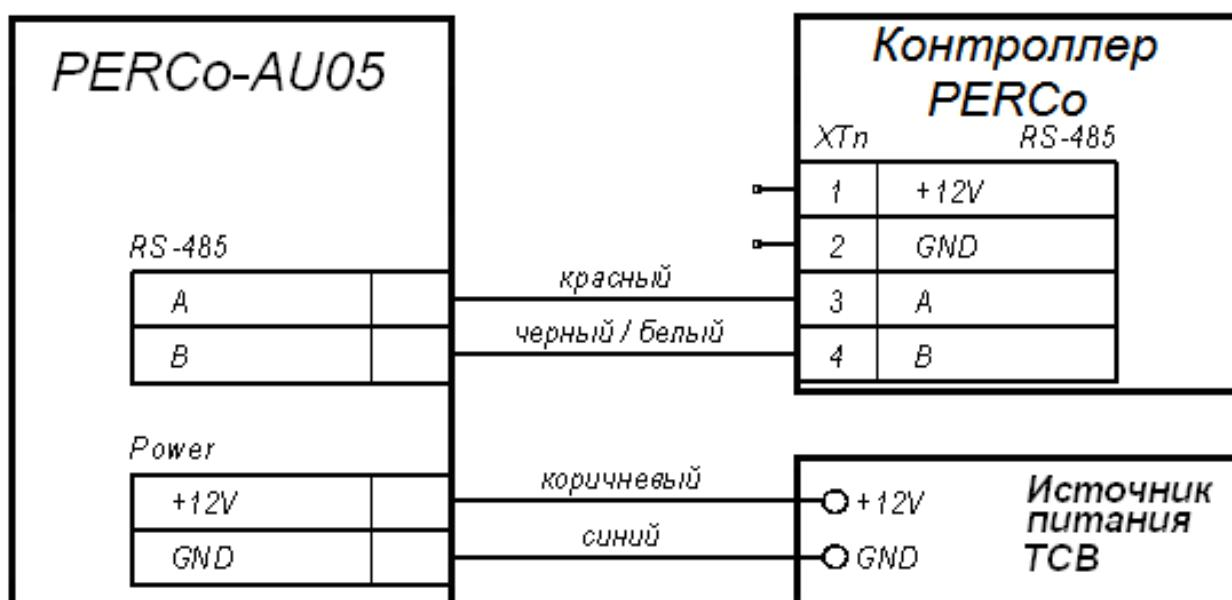

Рисунок 4. Схема подключения TCB к контроллеру
6. Подключите кабель питания (2) к источнику питания (4). Подключите кабель подключения к интерфейсу RS-485 (3) к устройству управления (5) (см. рис. 4).